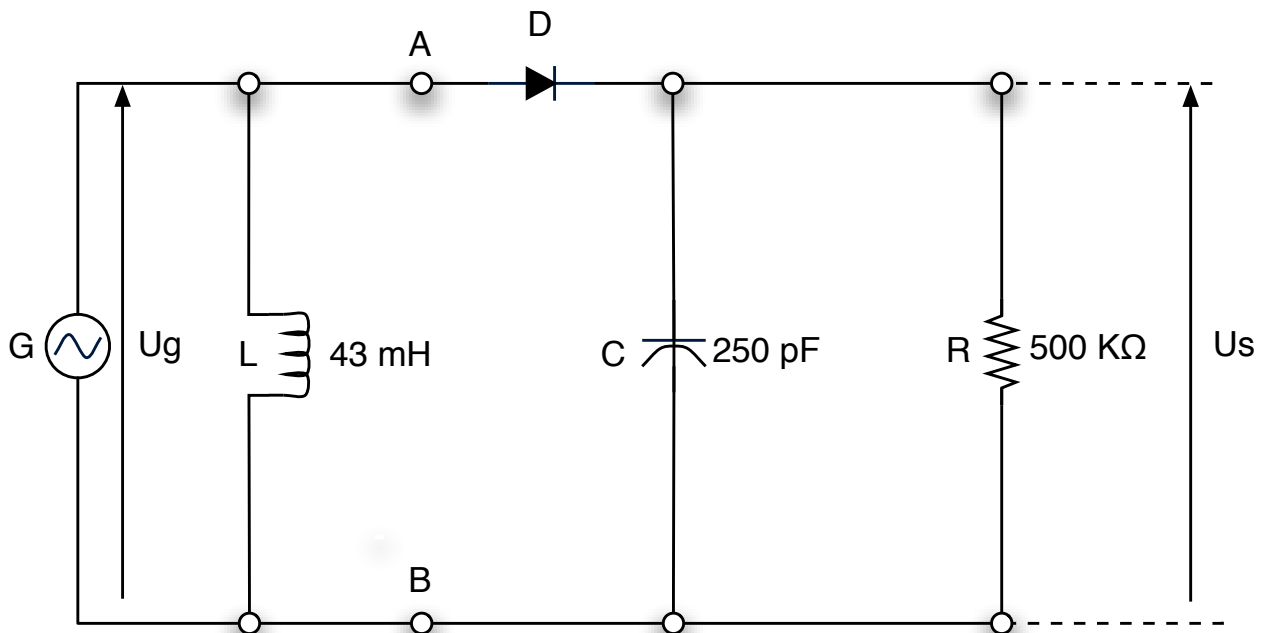

Fig. 24
- 6- Circuit de la figure 24 réalisé